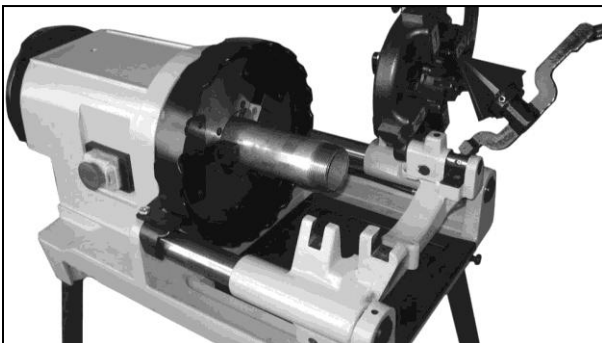

Рис. 1 Фиксация трубы
4. Заготовки вставляются не более чем на 140 мм от зажимного патрона. Длинные трубы следует вставлять любым концом так, чтобы оставшая часть трубы находилась с задней стороны станка (при необходимости нужно использовать подставку для труб с роликовыми головками мод. 1109). (Рис. 1).